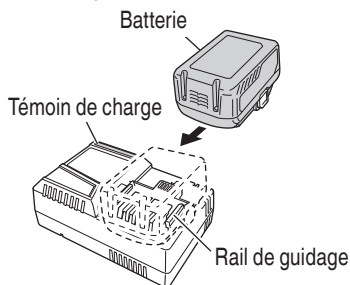

Fig. 11
2. Insérer la batterie dans le chargeur de batterie. Insérer la batterie dans le chargeur de batterie comme indiqué à la Fig. 11.